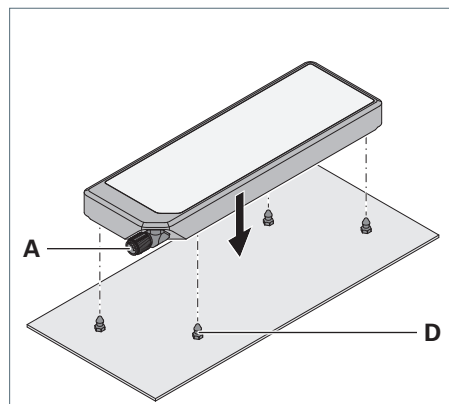
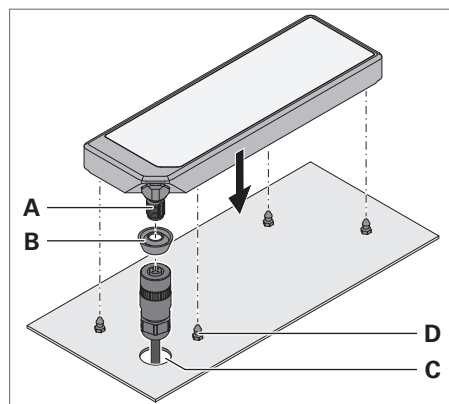

Fig. 1: APA – Steckverbindung vor der Maschinenwand.
Fig. 2: APA – Rückseitige Steckverbindung.
- Steckverbindung vor der Maschinenwand, siehe Fig. 1
- Rückseitige Steckverbindung, siehe Fig. 2
- Nur** bei rückseitiger Steckverbindung: Die Bohrung **C** $\varnothing$ 21 mm für den Stecker ist gebohrt, siehe Fig. 2.
- Tragen Sie eine geeignete Schraubensicherung auf die beiliegenden Schraubnippel **D** auf, siehe Fig. 1 und siehe Fig. 2.
- Schrauben Sie die Schraubnippel **D** in die vorbereiteten Bohrungen der Maschinenwand, siehe Fig. 1 und siehe Fig. 2.
- Nur** bei rückseitiger Steckverbindung (Stellung 3.2): Schieben Sie den beiliegenden Dichtring **B** über den Stecker, siehe Fig. 2.
- Drücken Sie die Leuchte auf die Nippel, bis sie hörbar einrastet, siehe Fig. 1 und siehe Fig. 2.